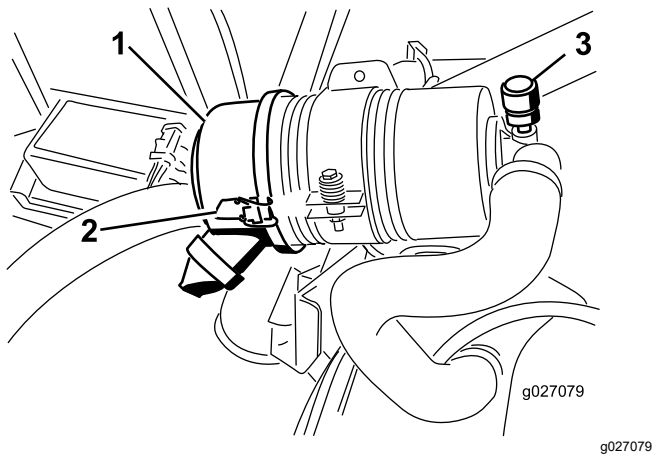

Figure 49
Faites l'entretien du filtre à air uniquement quand l'indicateur de colmatage indique que cela est nécessaire (Figure 49). Ne remplacez pas le filtre à air plus fréquemment que nécessaire ; cela ne fait qu'accroître le risque de contamination du moteur par des impuretés quand le filtre est déposé.
2. Desserrez les attaches qui fixent le couvercle sur le boîtier du filtre à air (Figure 49).